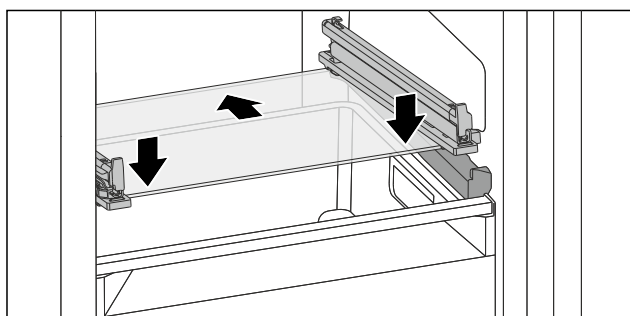

Fig. 109 Skleněná deska odklápěcí zásuvky
- Nasadte skleněnou desku šikmo za zářáčky. (viz Fig. 109)